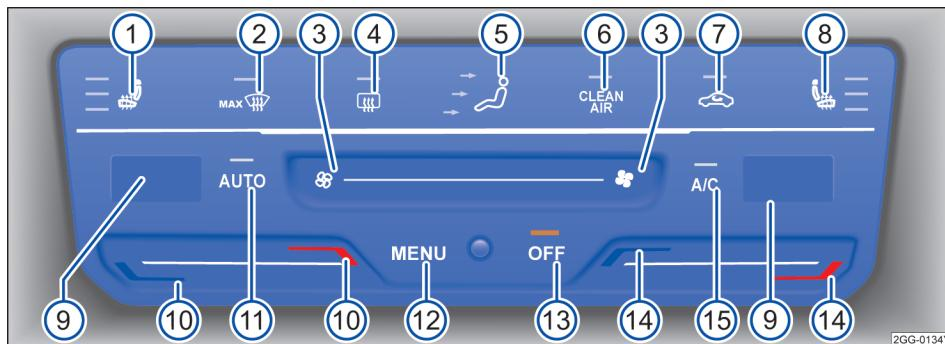

图 83 在中控台上部内：触控式自动空调的操作元件
- 触摸按钮 **OFF** → 图 83。
触摸按钮 **↗** → 图 83 调整气流分配：
触摸按钮 **MAX ¶** → 图 83 可尽快将前窗玻璃除霜并除去水雾（除霜功能）：